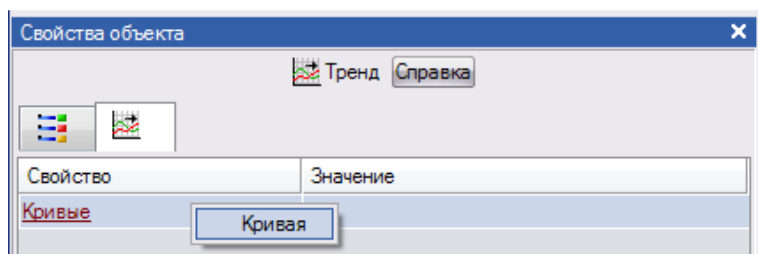

Рис. 3.24 Создание кривой
13. **Настройка тренда.** Выделите созданный тренд. Откроется окно свойств тренда. Изначально будет открыта закладка **основные свойства**. В поле **заголовок** введите текст, который вы хотите вывести в качестве заголовка. Перейдите на закладку **кривые**. Выделите строку **кривые** и вызовите контекстное меню. В появившемся контекстном меню выберите **кривая** (рис. 3.24).